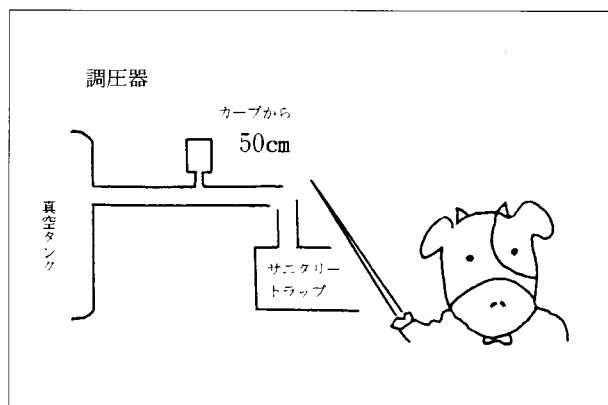

図8 調圧器の位置
- ① ウェイト式、スプリング式、ダイヤフラム式の3タイプがあり、感度はダイヤフラム式>スプリング式>ウェイト式の順に良い。
- ② 真空ポンプ能力にあった調圧器を選択する。例えば、真空ポンプの能力が2832リットル/分 (100CFM)の場合、調圧器の能力は2832リットル/分 (100CFM)より大きなものを選択する。
- ③ 調圧器の設定場所は、最も感度の良い状態で機能させるために、真空タンクとサニタリートラップの間の真空ライン (ヘッダーライン) に取付けるのが好ましい (サニタリートラップに近く、曲りから50cm離れた場所)(図8)。